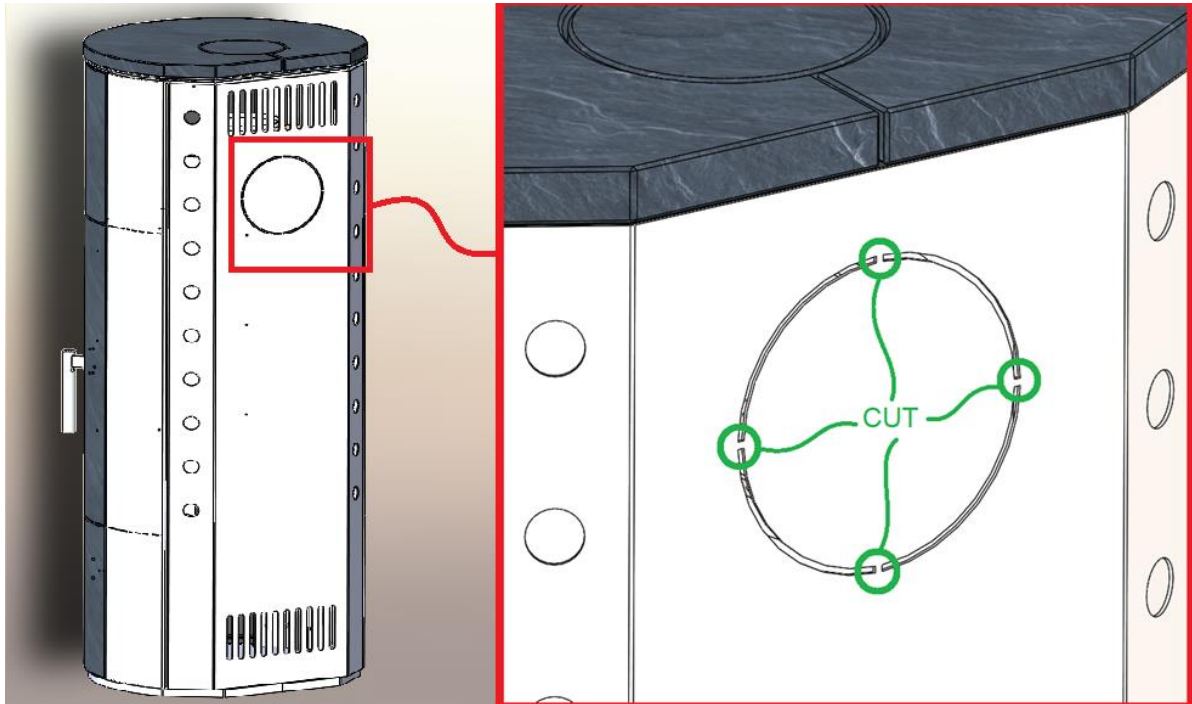

Figura 1 Tăierea îmbinărilor micro-sudate pe spatele sobei
2. Figura 1 Tăierea îmbinărilor micro-sudate pe spatele sobei	Pagină 5